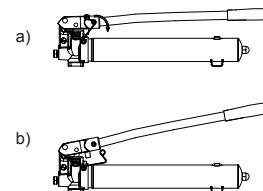

Figure 8 - Poussez sur le loquet de verrouillage de la poignée pour déverrouiller la poignée de la pompe.
- Poussez sur le loquet de verrouillage de la poignée pour déverrouiller la poignée de la pompe (Fig. 8).